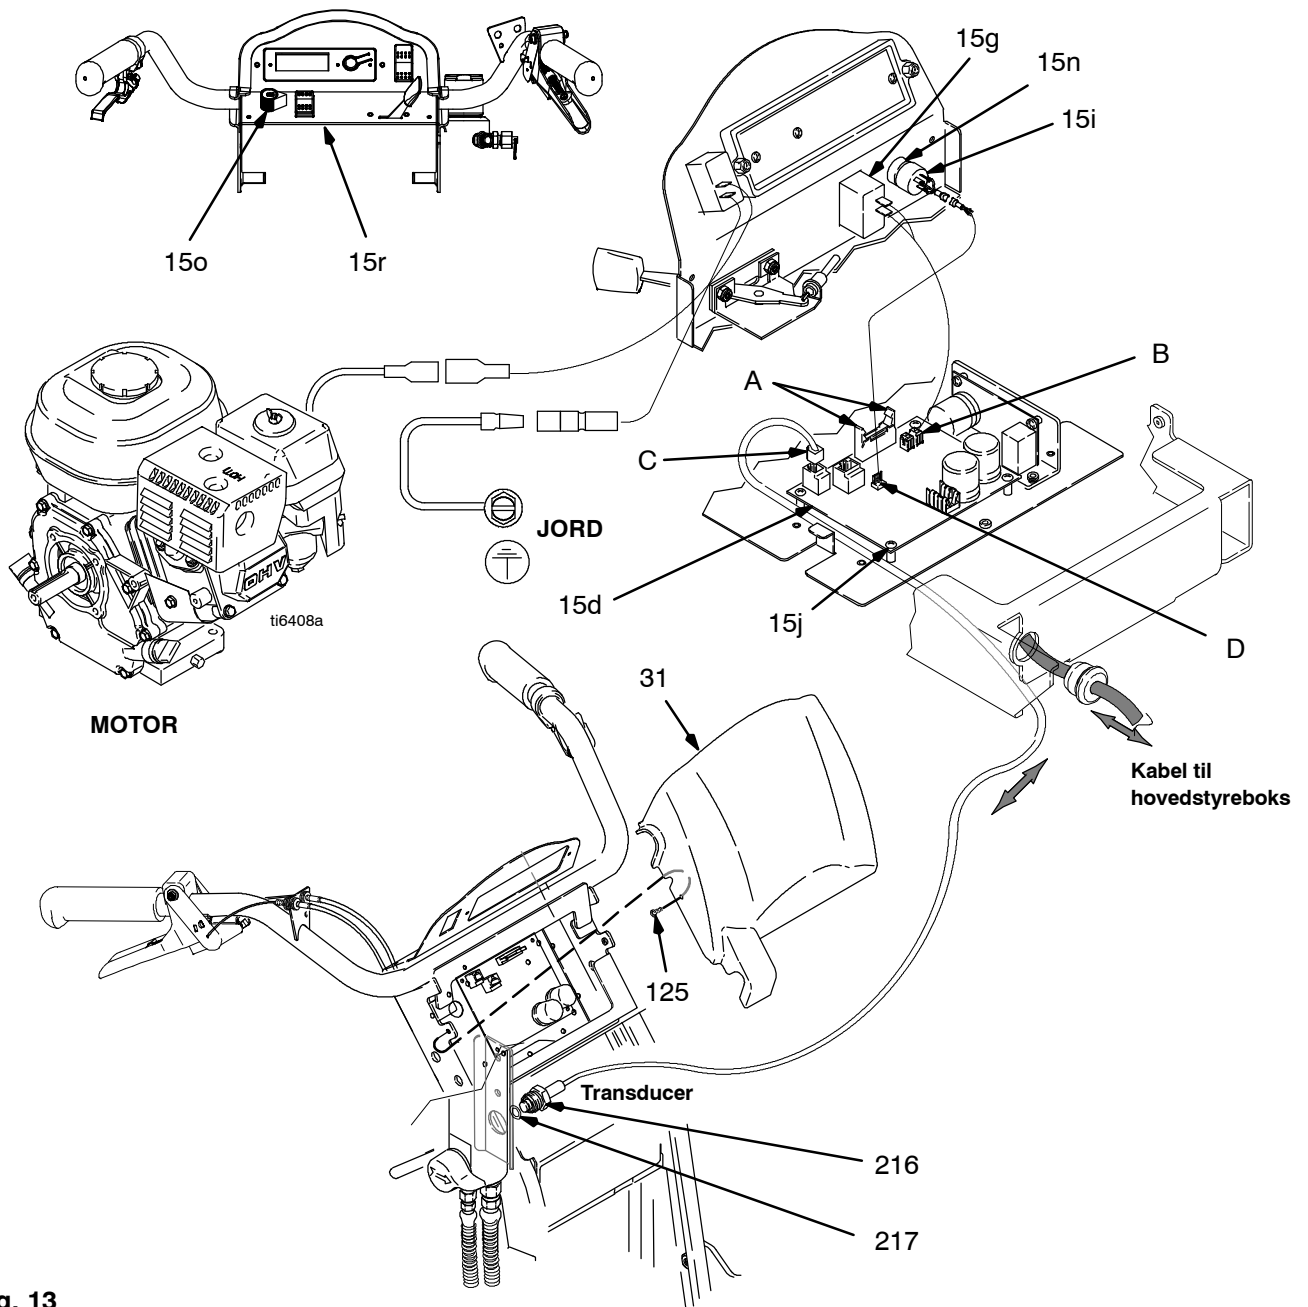

Fig. 13
2. Fig. 13. Fjern de to skruer (125) og dækslet (31).
3. Åbn displaystikkets vinger (A) på pc-kortet, og træk displaystikket ud.
4. Frakobl pumpens ON/OFF-kontaktstik (B) fra pc-kortet.
2. Fig. 13. Afmonter de to skruer (125) og printkortets afdækning (31). Åbn displaystikkets vinger på pc-kortet, og træk displaystikket ud.
3. Fig. 13 og 21. Noter ledningsforbindelserne til printkortet på et stykke papir. Kobl ledningerne fra printkortet (15d).
4. Fig. 13. Fjern de fire skruer (15j) fra printkortet (15d).
1. Fig. 13. Monter printkortet (15d) med de fire skruer (15j).
2. Fig. 13 og 21. Følg noterne vedr. ledningsforbindelserne til printkortet, og forbind ledningerne til printkortet (15d).
3. Fig. 13. Skub displaystikket ind i pc-kortet, og luk displaystikkets vinger. Monter printkortets dæksel (31) med de to skruer (125).
2. Fig. 13. Afmonter de to skruer (125) og printkortets afdækning (31).
3. Kobl transducerledningerne (C) fra printkortet (15d).
4. Afmonter trykreguleringstransduceren (216) og O-ringen (217) fra filtermanifolden (40).
1. Fig. 13. Monter O-ringen (217) og trykregulerings-transduceren (216) i filtermanifolden (40). Tilspænd med et moment på 47-61 Nm.
2. Slut transducerledningerne (C) til printkortet (15d).
3. Monter printkortets dæksel (31) med de to skruer (125).
3. Kobl ledningen (D) fra printkortet (15d).
2. Fig. 13. Monter trykreguleringspotentiometeret (15i), akselmøtrikken, låseskiven og potentiometerknappen (15o).
3. Slut ledningen (D) til printkortet (15d).
4. Monter printkortets dæksel (31) med de to skruer (125).